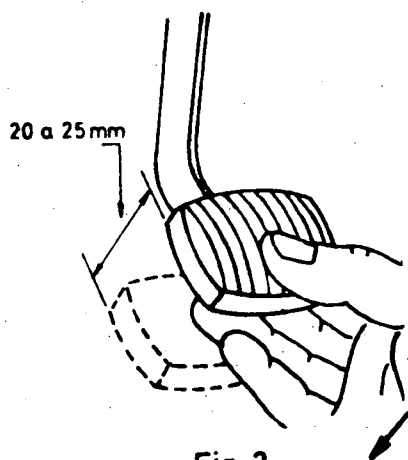

Fig. 2
- a Acione o pedal para observar seu movimento livre (fig. 2).